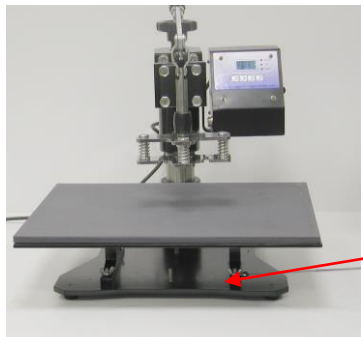

Рис. 8
- Снять плиту, открутив 4 винта, как показано на **рис. 8**.